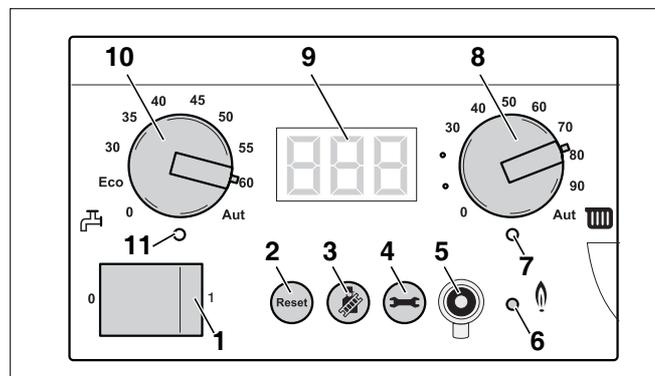

Fig. 70 Regolatore di base BC10
- Disattivare l'impianto di riscaldamento agendo sull'interruttore generale del regolatore di base BC10 (fig. 70, **pos. 1**).
- Attivare l'impianto di riscaldamento agendo sull'interruttore generale del regolatore di base BC10 (fig. 70, **pos. 1**).
- Mantenere premuto il tasto "Spazzacamino" (fig. 70, **pos. 3**) (per circa due secondi), finché sia visualizzato il punto nella parte inferiore destra del display (fig. 70, **pos. 9**). Vedi tabella 9, „Prova di combustione“, pag. 39.
- Dopo l'accensione del LED "Bruciatore" (fig. 70, **pos. 6**) attendere un minuto, finché la caldaia funzioni a pieno carico.
- Premere il tasto "Spazzacamino" (fig. 70, **pos. 3**) per concludere la misurazione. Vedi tabella 9, "Prova di combustione", pag. 39.